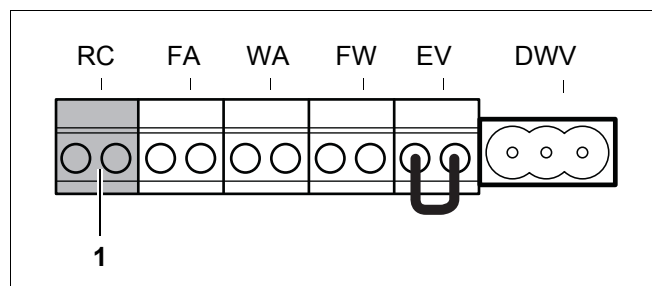

Fig. 51 Regletă Telecomandă de cameră RC și EMS-Bus (culoare de racord portocalie)
- Racordați cablul de racord al lui EMS-Bus la ștecherul portocaliu al regletei pentru racordarea bornelor (fig. 51, poz. 1).